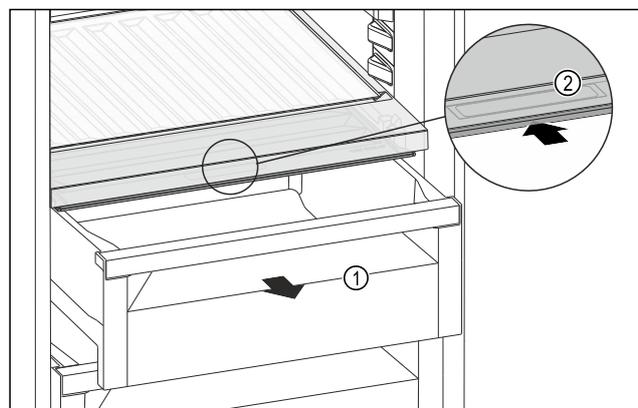

Fig. 123
- ▶ Schubfach Fig. 123 (1) herausziehen.
- ▶ Griffmulde Fig. 123 (2) am Fachdeckel anfassend gleichzeitig nach hinten schieben.